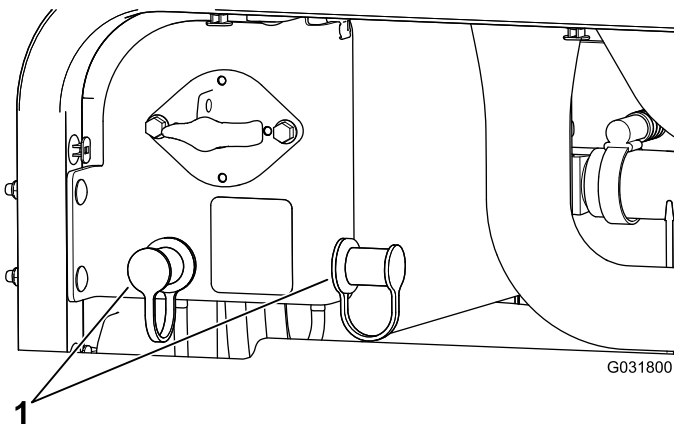

Figure 109
3. Retirez les capuchons des bornes positives de la batterie déchargée (Figure 109)